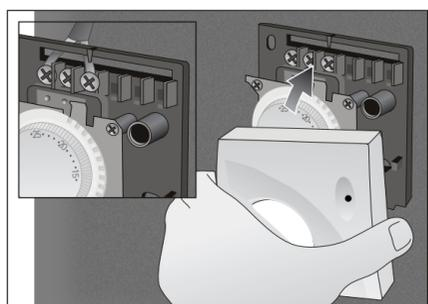

fig.10 - εικ.10
- C) Die Kabel der Anlage über den im Unterteil vorhandenen Kabelschlitze einführen und die Anschlüsse an die Klemmleiste gemäß dem Schaltplan im Inneren des Produktes ausführen. Den Deckel wieder auf das Unterteil aufsetzen. (Abb.10)
- C) Leid de draden van de installatie door de insnijdingen op de basis en verbind ze aan het klemmenbord volgens het elektrisch schema afgebeeld op de binnenkant van het product. Sluit het kapje weer. (fig.10)